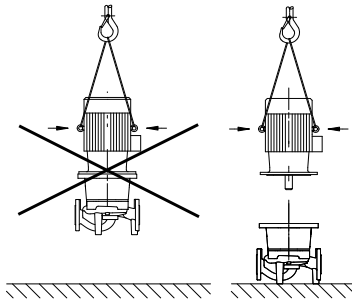

Fig. 4: Transport du moteur
- Les œillets de transport du moteur sont exclusivement dédiés au transport du moteur et non de la pompe complète (fig. 4).